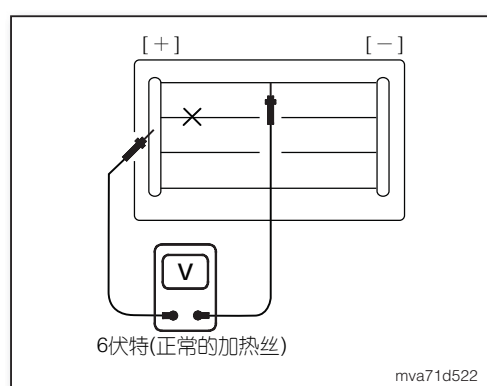

图10
2. 将电路测试器探针(在电压范围内)搭接至每个加热丝的中央部位(如图10)。